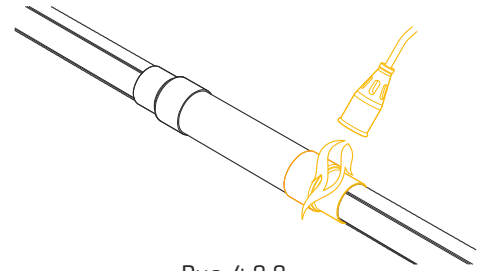

Рис. 4.8.8
8. Произвести операции 6 и 7 с рукавом на другом торце муфты. (рис. 4.8.8).